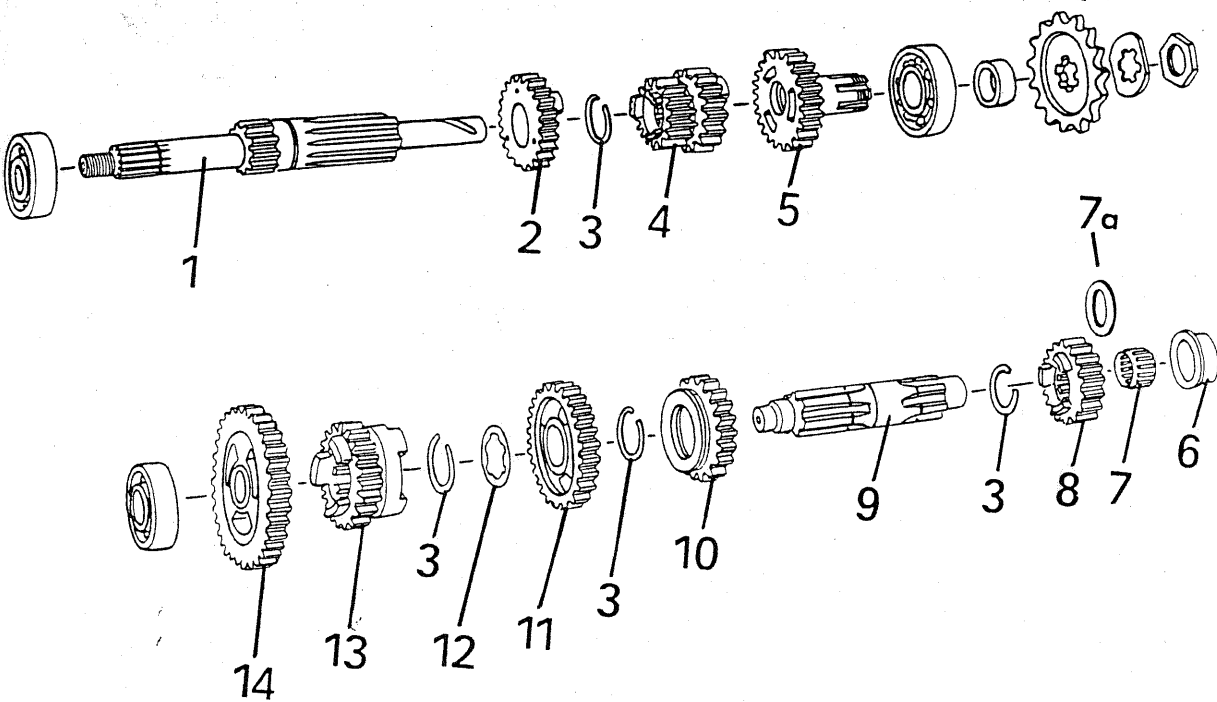
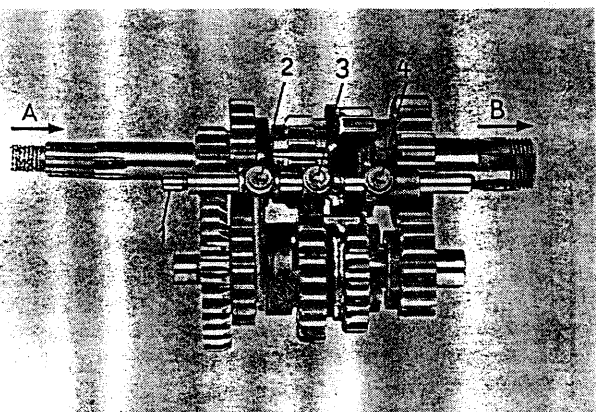

Fig. 168. Représentation en éclaté des engrenages
Fig. 169. Train d'engrenages avec fourchette de changement de vitesses
Les figures 168 ... 173 rendent clair la connexion des pièces détachées et la transmission de force dans les différentes vitesses. Ainsi, aucun état de prémontage n'est représenté aux figures 169 ... 172. Il est impossible de monter les engrenages complètement; ils doivent être montés pas à pas comme cela a été décrit ci-dessous.
(1) Roue dentée pour 1^{re} vitesse
- Faire glisser la fourchette de changement de vitesses (1) (011) dans la rainure de guidage de la roue dentée de changement de vitesses (2) pour les 1^{re} et 2^e vitesses, faire s'engager la roue dentée de changement de vitesses dans les fenêtres de la roue dentée pour la 1^{re} vitesse, la partie à endenture étant dirigée en avant, et faire s'encliqueter la fourchette de changement de vitesses dans la rainure inférieure du tambour de changement de vitesses.
– Installer la roue dentée pour la 2^e vitesse sur l'arbre de renvoi (1) et installer les circlips et le disque profilé (voir fig. 168) et, le petit tourillon étant dirigé en avant, passer par la roue dentée de changement de vitesses pour 1^{re}/2^e vitesse et la roue dentée pour 1^{re} vitesse pour installer l'arbre jusqu'à la butée dans le roulement 6201.